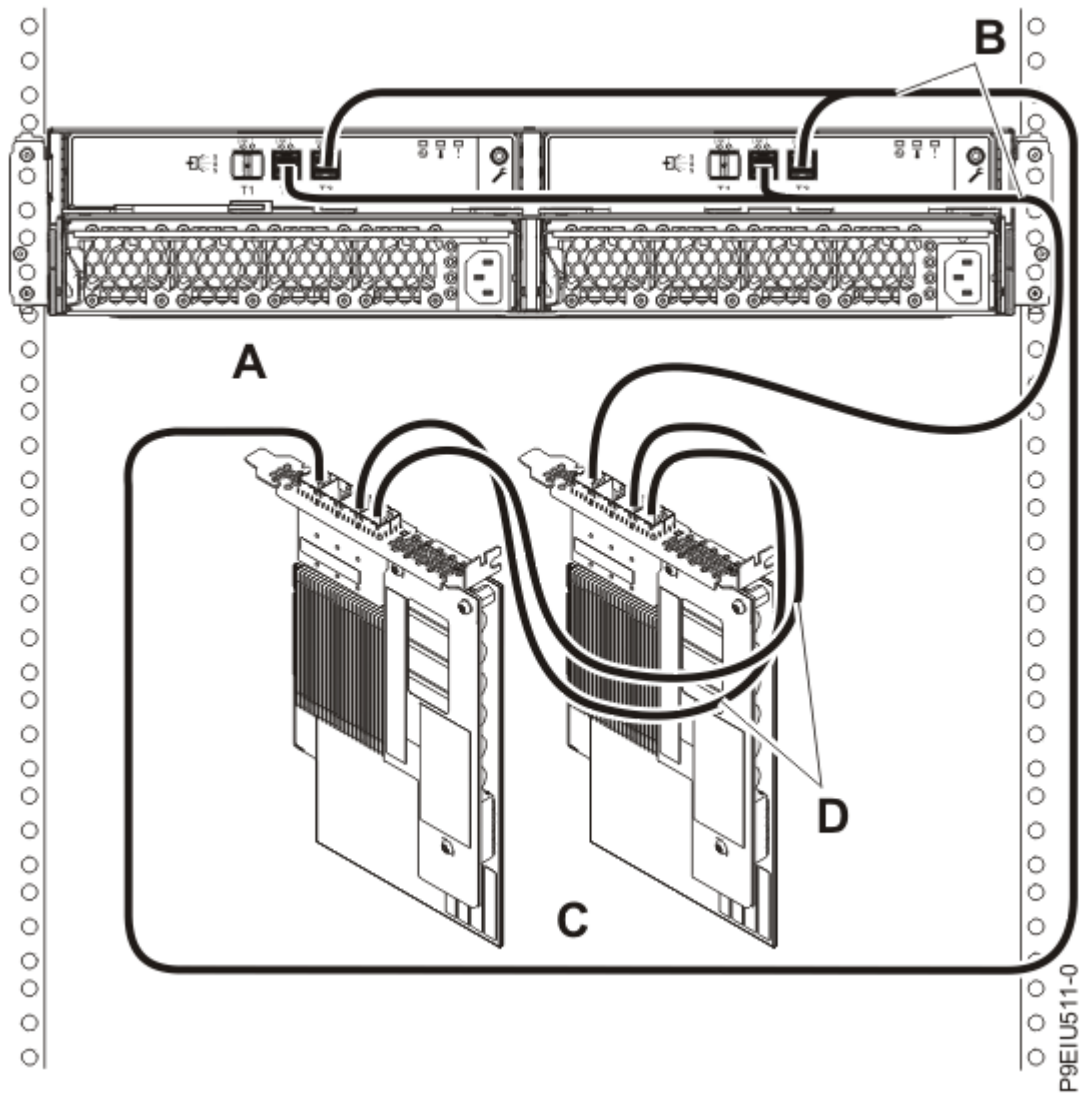

Abbildung 15. Modus-1-Anschluss einer ESLS-Speichergehäuse mit YO12-Kabeln an ein SAS-Adapterpaar (FC EJ0L oder FC EJ14) mit AA-Kabeln
15. Stellen Sie anschließend eine Modus 1-Verbindung eines Gehäuses **(A)** mit YO12-Kabeln **(B)** an ein FC EJ0L-SAS-Adapterpaar oder an ein FC EJ14-SAS-Adapterpaar **(C)** mit AA-Kabeln (AA - Adapter-zu-Adapter) **(D)** her (siehe Abbildung 15 auf Seite 20) und fahren Sie dann mit „Kabel und Netzkabel anschließen und Abdeckungen installieren“ auf Seite 29 fort.